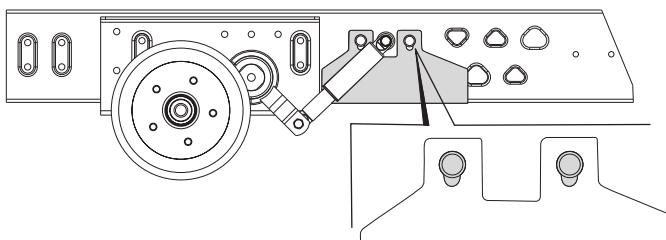

Fig. 16
- Adecuado para caravanas hasta 2000 kg con chasis Knaus Tabbert / Dyonic AB4 con un grosor de bastidor inferior a 2,8 mm (Fig. 16).